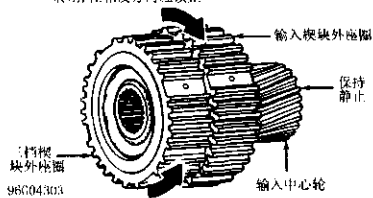

图2-19 检查三档模块和输入模块总成的旋转
③ 将新的螺旋锁环安装到模块内圈上。螺旋锁环必须装入内圈上的环槽内。螺旋锁环上的凸舌和切槽将锁紧。将三档模块和输入模块总成安装到输入中心轮上。确保输入模块和三档模块总成在正确的方向旋转（图2-19）。